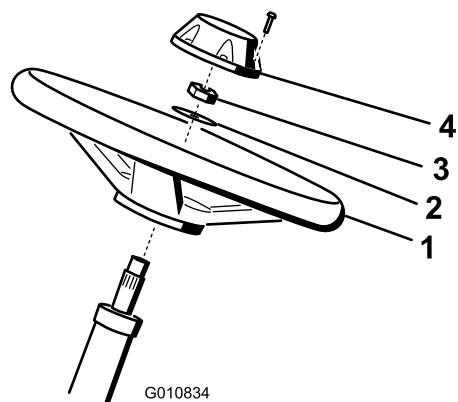

**Рисунок 5**
- Наденьте рулевое колесо на рулевой вал (Рисунок 5).
- Наденьте шайбу на рулевой вал (Рисунок 5).
- Закрепите рулевое колесо на валу контргайкой и затяните ее с моментом 27–35 Н·м (Рисунок 5).
- Установите крышку на рулевом колесе и закрепите ее 6 болтами (Рисунок 5).